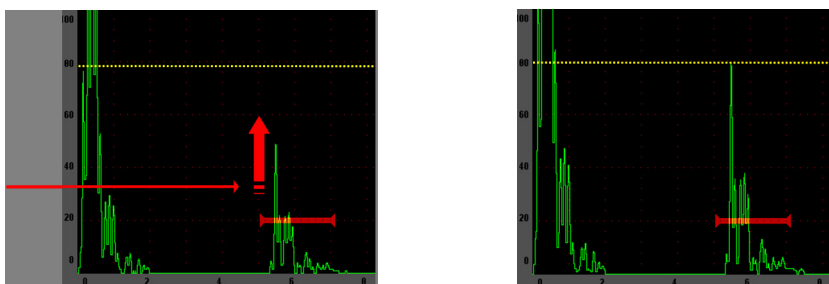

図 2-9 自動 XX% 機能
- [2ND F]、(自動 XX % : Auto XX %) を押すと、自動 XX % 機能が有効になります。この機能は、ゲート設定したエコー振幅がフルスクリーン高さの XX % に設定されるように、ゲインを自動的に調整します (デフォルトの XX 値は 80 % です)。(39 ページ図 2-9 を参照)。